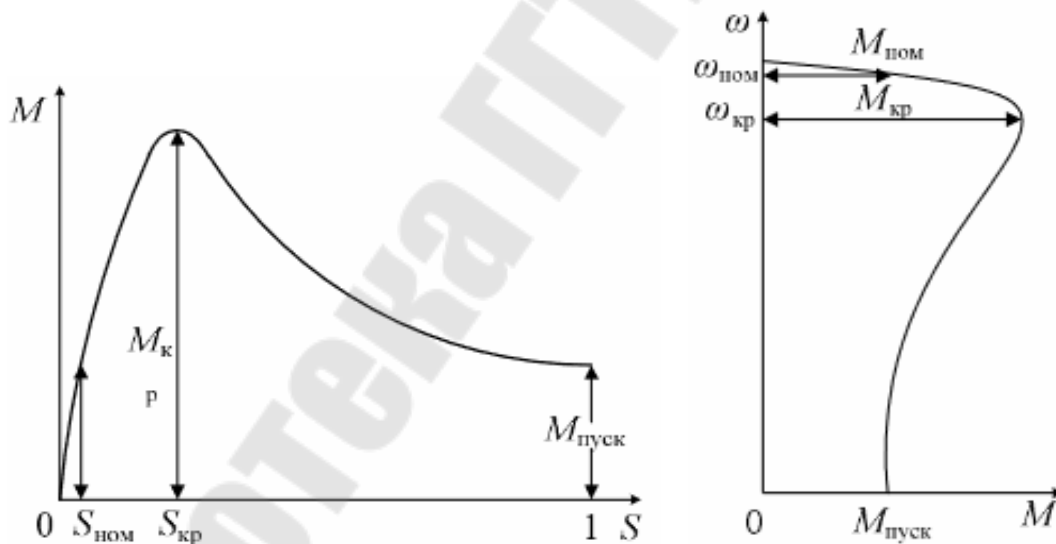

Рис.4. Механические характеристики ТАД $M = f(S)$ и $\omega = f(M)$
Характеристику $\omega = f(M)$ получают из характеристики $M = f(S)$, учитывая при этом, что угловая скорость ротора ω определяется по выражению (2). Вид механических характеристик приведен на рис. 4.